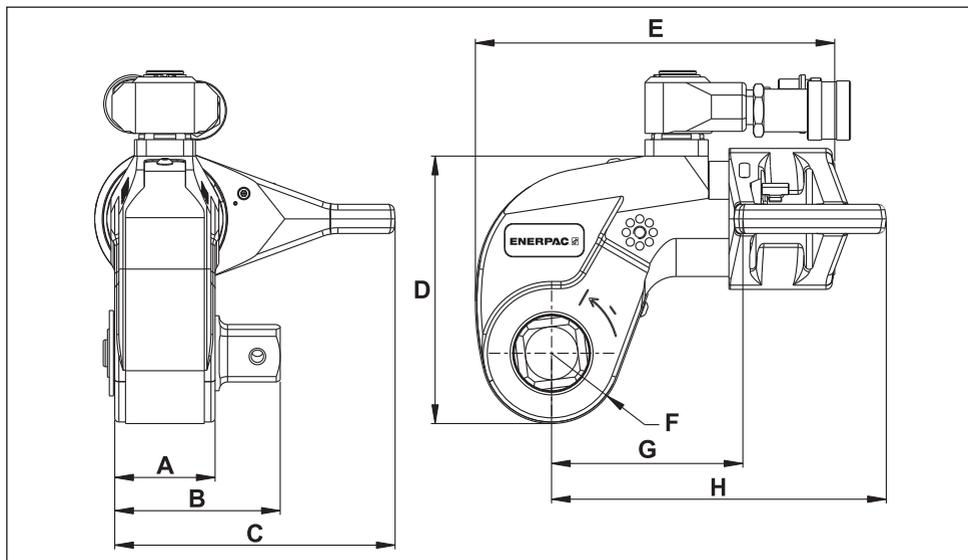

Fig. 28
6.1 Capacidades, dimensiones y datos adicionales del producto (Fig. 28)